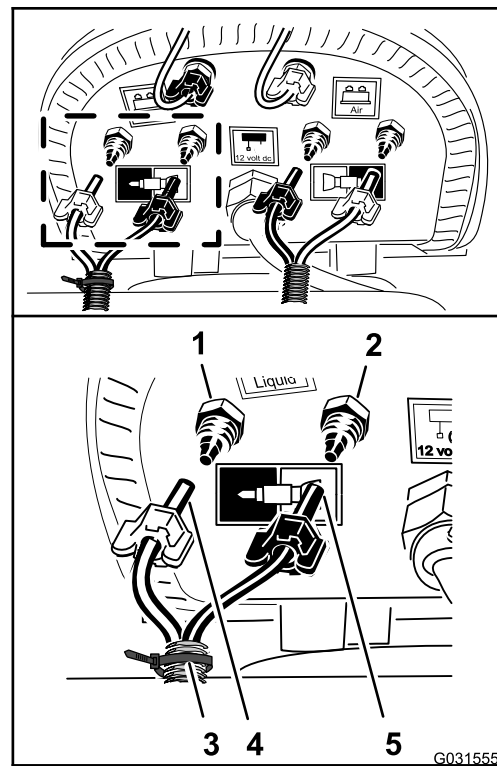

Figure 174
3. Branchez le tube avec le serre-câble que vous avez préparé à l'opération 9 de Dépose des tubes de liquide et d'air de la machine (page 9) en reliant le tube bleu pour la section de rampe droite au raccord à compression pour le circuit d'eau de la section de rampe droite (Figure 174).
4. Vissez l'écrou à compression du tube sur le raccord à la main (Figure 174).
5. Branchez le tube transparent pour la section de rampe droite au raccord à compression pour le circuit d'air de la section de rampe droite (Figure 174).
6. Vissez l'écrou à compression du tube sur le raccord à la main (Figure 174).